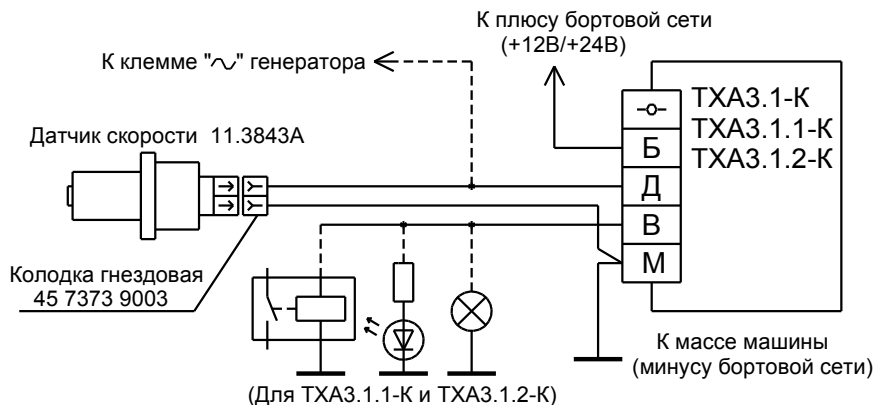

Рисунок 2 — Схема подключения ТХА3.1, ТХА3.1.1, ТХА3.1.2
4.7 Подключение датчика скорости 11.3843АМ к тахометру должно осуществляться по двухпроводной схеме (см. рисунок 2). Датчик может подключаться в любой полярности с использованием гнездовой колодки типа 45 7373 9003 с гнездами 45 7373 8008 (ОСТ 37.003.032-88).